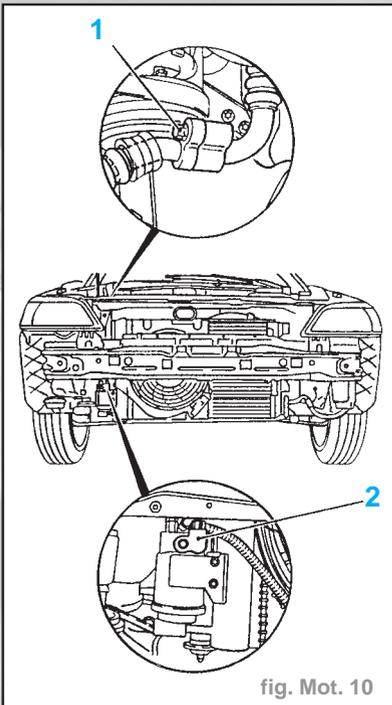

fig. Mot. 10
- Placer l'outil **KM-6001** comme il est représenté par la figure. les tenons (2) et (5) doivent être logés dans les trous de guidage du corps d'essieu avant.
- Lever en les tournant les paliers d'appui avant (4) et arrière (3) jusqu'à ce qu'ils soient en contact avec les tenons de guidage de bloc amortisseur de moteur avant et le support de bloc amortisseur de moteur arrière. Les tenons de guidage doivent reposer sans jeu dans les paliers d'appui.
- Sur version avec climatiseur (fig. Mot. 10) :